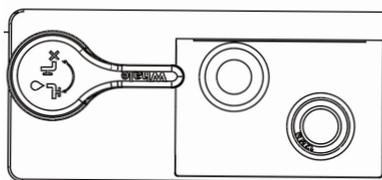

Abb. 35A Ablassventil – Geschlossen
- Étape 1 :** Lors de la première utilisation ou pour remplir le système une fois qu'il a été vidangé, vérifiez que le clapet de vidange est fermé (voir la Fig. 35A) puis remplissez le système avec de l'eau propre et claire.